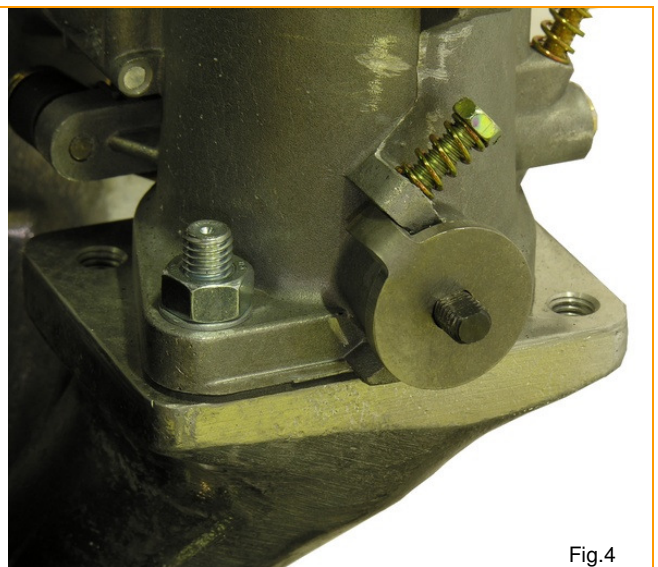

Fig.4
shown in the pictures. (Fig.4)
- Lösen und Entfernen Sie die Mutter SW11 und Sicherungsblech der Drosselklappenwelle. Der originale Drosselklappenhebel bzw. die Distanzscheibe (Fig.3) wird gegen den beigelegten Anschlaghebel ausgetauscht. (Fig. 4)